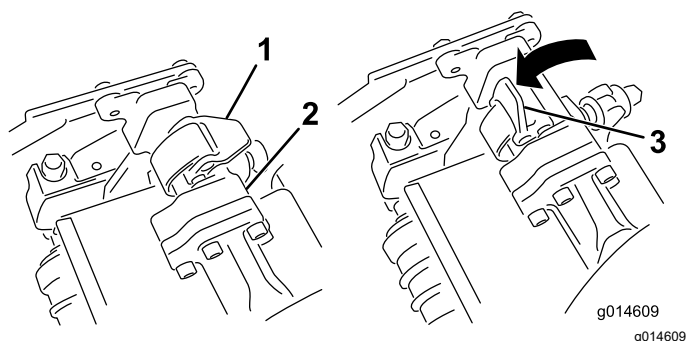
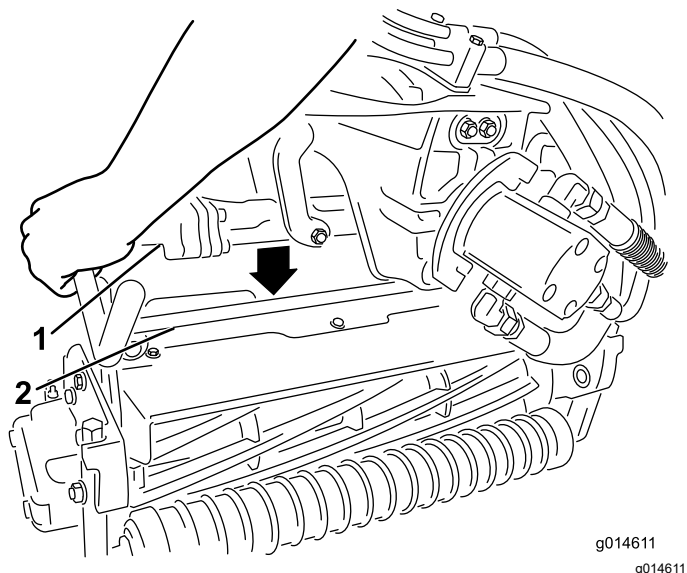

Figure 54
Figure 55
3. Les verrous de la barre de bras de suspension étant orientés en haut (c.-à-d. ouverts) (Figure 54), poussez le bras de suspension vers le bas pour que la barre s'engage sur la barre transversale au sommet de l'unité de coupe (Figure 55).
4. Fermez les verrous autour de la barre de l'unité de coupe et bloquez-les en place (Figure 54).
4. Ouvrez les verrous sur la barre du bras de suspension appartenant à l'unité de coupe que vous voulez déposer (Figure 54).